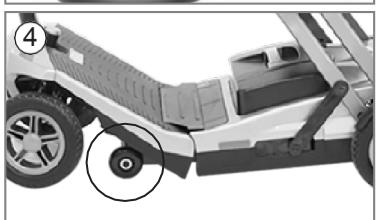

Figura 19
**Cómo plegar el scooter (Figura 19):**